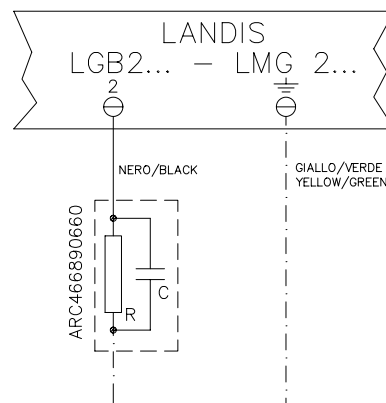
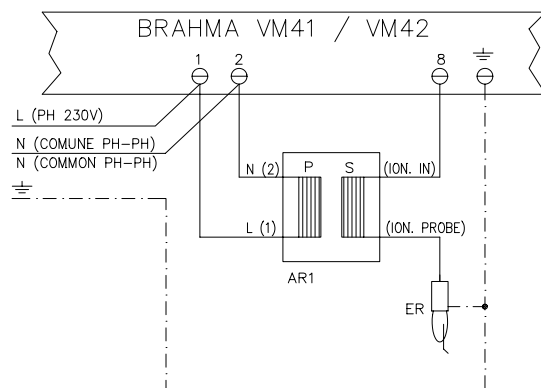

Fig. 31a
Fig. 31b
In caso l'alimentazione elettrica del bruciatore sia 230 V fase-fase con apparecchiatura Brahma VM4..., per aumentare la tensione tra elettrodo e massa occorre utilizzare il trasformatore d'isolamento Brahma AR1 (ns. codice 2531006), collegato come in Fig. 31b
* Vedere Fig. 31a e Fig. 31b.